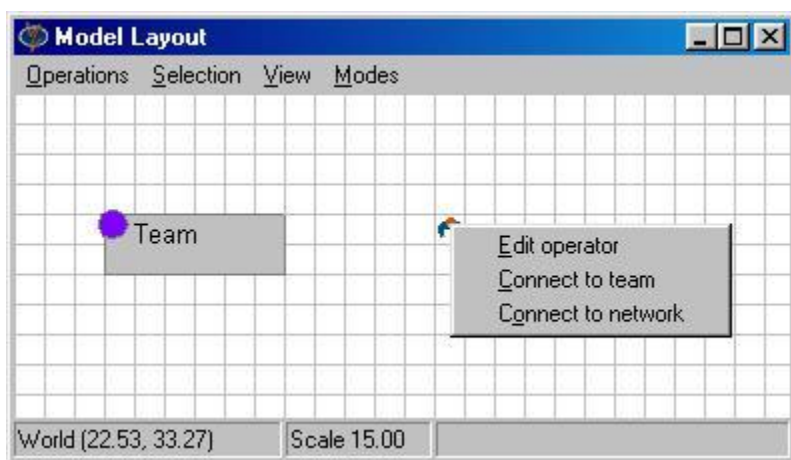

图 9-2 Team(团队)与 Operator(操作员)
现在我们将一个Operator(操作员)和一个Team(团队)原子拖进模型。这两个原子都能在Operators下的库中找到。右键点击Operator(操作员)就能打开(图9-2)的窗口, 其中有3个选项:
右键点击Operator（操作员）选择(如图9-2) Edit Operator，就会出现输入窗口(如图9-4).
4. 通过右击将Operator（操作员）与网络相连接，通过Operator（操作员）上的光标，选择Connect to network（连接到网络）（如图9-2）。